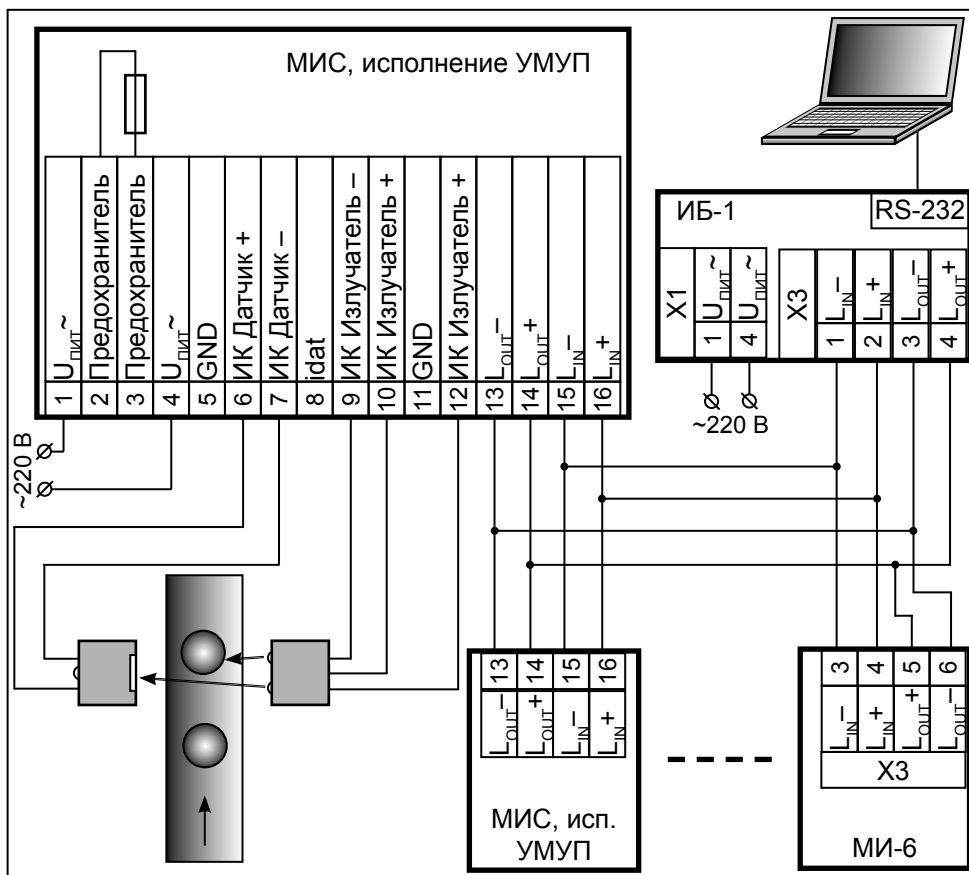

Рисунок 3. Схема подключения интерфейсного блока ИБ-1 совместно с счётчиками МИС, исполнение УМУП и модулями индикации МИ-6
6.5 Пример рабочей схемы подключения интерфейсного блока ИБ-1 в составе системы учёта продукции рисунок 3.